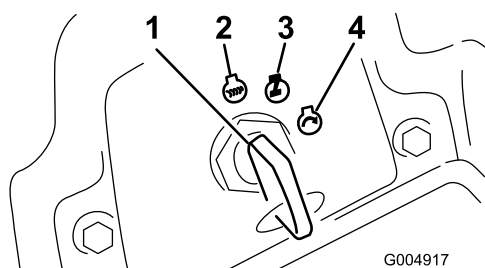

Figura 16
6. Girate la chiave di accensione in senso orario, in posizione di marcia (Figura 16).
- Girate la chiave di accensione in posizione Off (Figura 16). Attendete che tutte le parti in movimento si siano fermate, prima di lasciare il posto di guida.